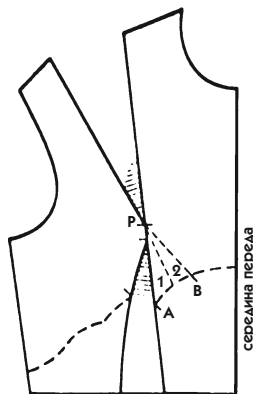

Рис. 487
- Укажите засечки, ограничивающие участок расположения сборок (рис. 487, засечки А и В, которые видны на примере при открытых вытачках).
4. Оставляя вытачку от талии закрытой, разделите участок для сборок на полоски 1 и 2, как показано на рис. 487.
- Воспроизведите это лекало на другом листе бумаги (рис. 487).